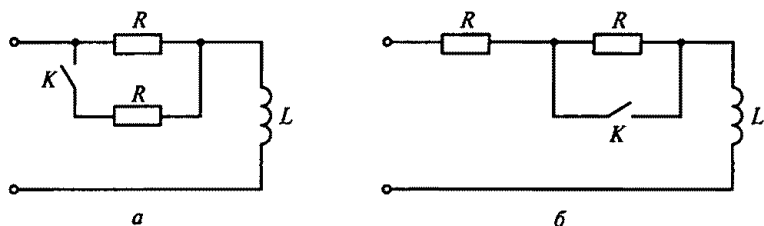

Рис. 138
4.3. Как изменятся постоянные времени τ_a и τ_b контуров, показанных соответственно на рис. 138, а и б, если замкнуть ключ К? (Указать неправильный ответ.)